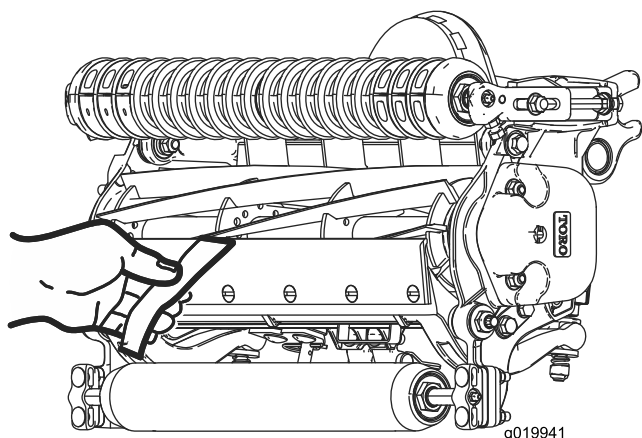

Bild 19
10. Testen Sie die Mähleistung, indem Sie einen langen Streifen des Schnittleistungspapiers (Toro Bestellnummer 125-5610) senkrecht zum Untermesser zwischen die Spindel und das Untermesser legen (Bild 19). Drehen Sie die Spindel **langsam** vorwärts; das Papier sollte geschnitten werden.